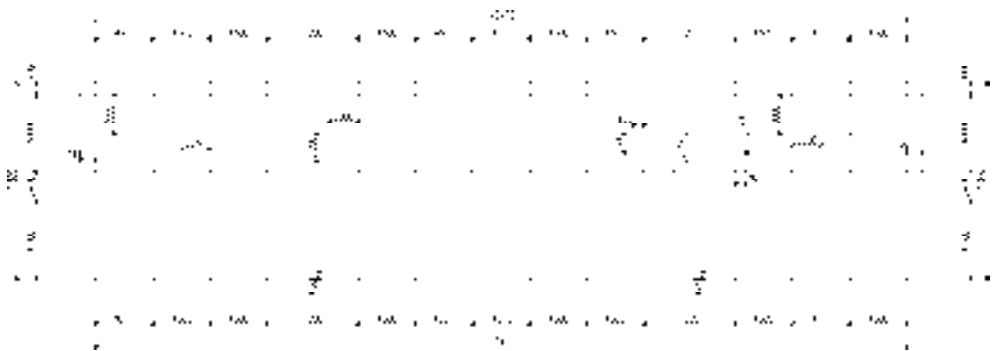

图 15-5 编辑并修剪轴网
5) 调用“偏移”命令、“修剪”命令，偏移并修剪轴线，结果如图 15-5 所示。